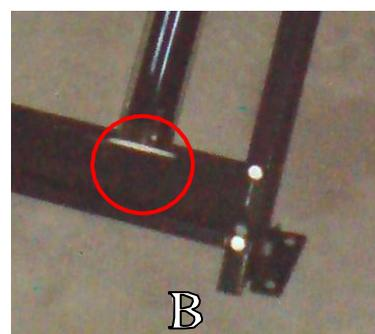

Рис. 3. Уплотнительные элементы вакуумной трубки, где
- установите трубки в соответствующие отверстия бака. Для этого, мыльным раствором намылите полый конец трубки, наденьте уплотнительную резинку (рис.3а) и аккуратным движением, слегка проворачивая трубку, вставьте ее в посадочное место на глубину около 15-20 см., при этом следите, чтобы уплотнительное кольцо не деформировалось или не провалилось внутрь бака. Затем установите на опорной плоскости трубок поддерживающий колпачок (рис.3б) и, как бы вытягивая трубку из бака, плотно посадите ее конец в колпачок (рис.3в);